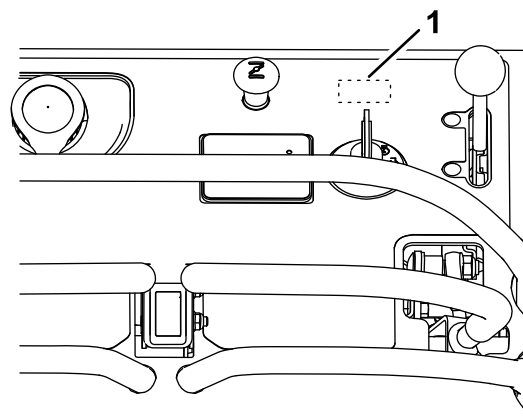

Figura 4
3. Retire y deseche el tapón del panel de la columna (Figura 4).